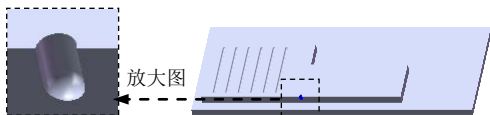
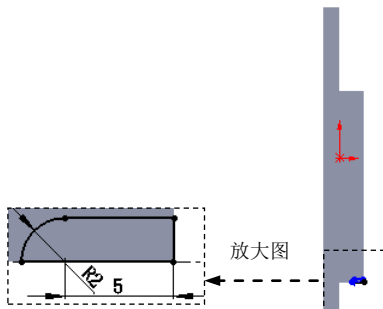

图 17.7.16 创建切除—旋转 2
图 17.7.17 横断面草图
Step9. 创建图 17.7.16 所示的切除—旋转 2。选择下拉菜单 **插入(I)** → **切除(C)** → **旋转(R)...** 命令；选取 Step8 绘制的基准面 2 作为草图平面，绘制图 17.7.17 所示的横断面草图（包括旋转中心线）；采用草图中绘制的中心线作为旋转轴线；在 **方向 1** 区域的 下拉列表中选择 **给定深度** 选项，在 文本框中输入数值 360.0，采用系统默认的旋转方向。